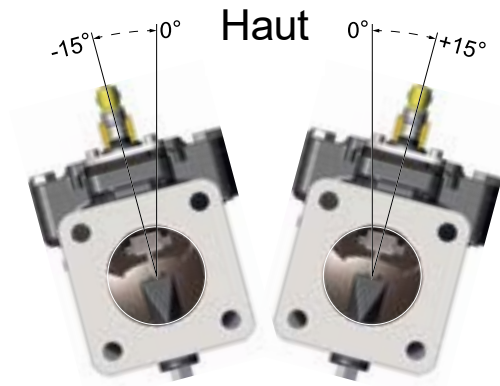

Figure 30
1. Assurez-vous que le collecteur est orienté avec le débitmètre vers le haut (**Figure 30**).
Important : Installer le collecteur de mousse à une inclinaison supérieure à $\pm 15^\circ$ peut entraîner des lectures inexactes (Figure 30).